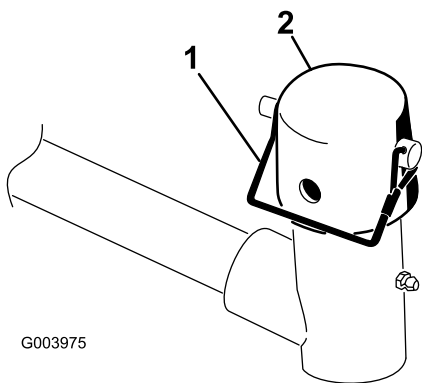

**Figure 8**
**Important:** Sur les plateaux n° 4 (avant gauche) et n° 5 (avant droit), utilisez les écrous de fixation du support de tige pour monter les guides de flexible devant les pattes du plateau de coupe (Figure 6 et Figure 7). Les guides de flexible doivent être inclinés vers le plateau de coupe central (Figure 7 et Figure 8).